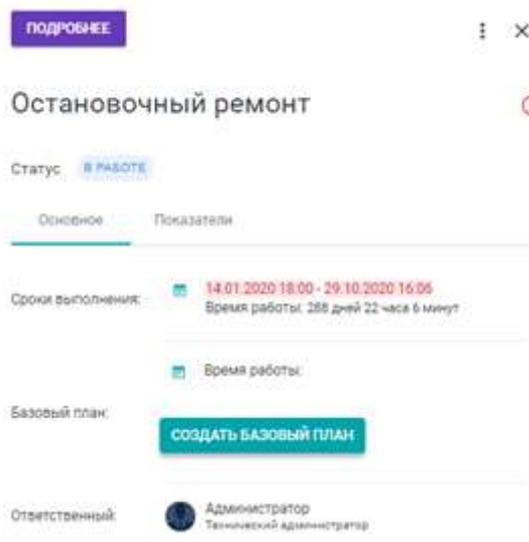

Рисунок 32 — Кнопка создание базового плана
5. В боковой карточке установки вместо дат базового плана отобразится кнопка «Создать базовый план»: нажмите на кнопку «Создать базовый план» (см.рис.32);